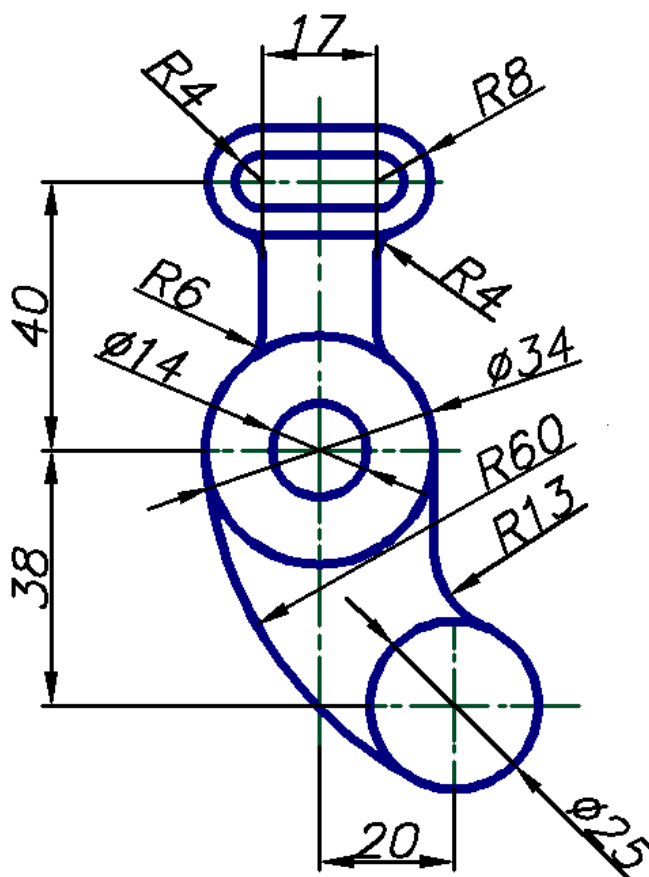
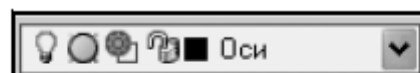

Рис. 1.1
Рис. 1.3. Фрагмент панели **Layers**, где показан текущий слой *Оси*
Рассмотрим последовательность построения чертежа, показанного на рис. 1.1. Предполагается, что студент знает, как загрузить пакет AutoCAD и начать работать над новым чертежом.
убедитесь, что текущим является слой *Оси*, иначе установите его текущим (рис. 1.3);
- на основе оси *b* постройте оси *a*, *c* и *d*, задав для первых двух смещение, равное 8.5, а для третьей — 20 (см. рис. 1.1).
- в панели **Layers** найдите окно свойств текущего слоя (см. рис. 1.3). В нем указан текущий слой — сейчас это слой *Оси*. Укажите стрелку "вниз", в раскрывшемся списке укажите строку с именем нужного слоя *Контур* — это имя должно остаться в окне после закрытия списка.
Построим окружность  $c4$  радиусом 60 (см. рис. 1.1, 1.4), касательную к сопрягаемым окружностям  $c1$  ( $O34$ ) и  $c3$  ( $O25$ ). Касательную окружность позднее обрежем, оставив дугу сопряжения. Положение касательной окружности определяется точками указания сопрягаемых окружностей. Поэтому, если в итоге будет построена касательная окружность иного положения, чем на рис. 1.3, то измените точки указания:
Руководствуясь приведенными правилами, приступим к простановке размеров. Проставим размеры контура в соответствии с образцом на рис. 1.1:
- ❑ `dimlinear` или кнопка  (линейный размер) \ с объектной привязкой укажите концы верхней и средней горизонтальных осевых линий (см. рис. 1.1) \ отведите курсор влево примерно на 10..12 мм и укажите щелчком левой кнопки мыши положение размерной линии — проставили размер 40;